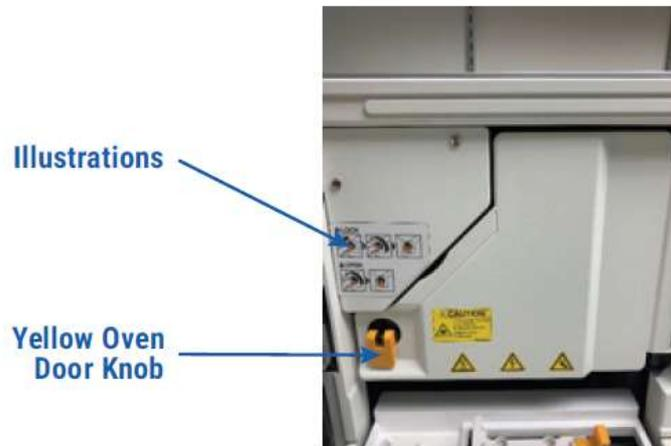

図 34 Spectrum Compact の黄色いオーブドアノブ
- オープンドアに示されている手順（図 34）に従って、ドアの左下にある黄色のノブを反時計回りに **180 度** 回して、オープンドアを開けてください。キャピラリーカートリッジの中央にある黄色のノブを持って使用済みのキャピラリーカートリッジを外してください。装置にセットされているキャピラリーカートリッジを保管する場合、キャピラリーカートリッジの取り外しと保管の手順に従ってください。（セクション 3.3）
10. オープンドアに示されている手順 (図 34) に従って、ドアの左下にある黄色のノブを時計回りに **180 度** 回して、オープンドアを閉じてください。
6. 黄色のオープンドアのノブを反時計周りに 180 度回してオープンドア（図 34）を開けてください。